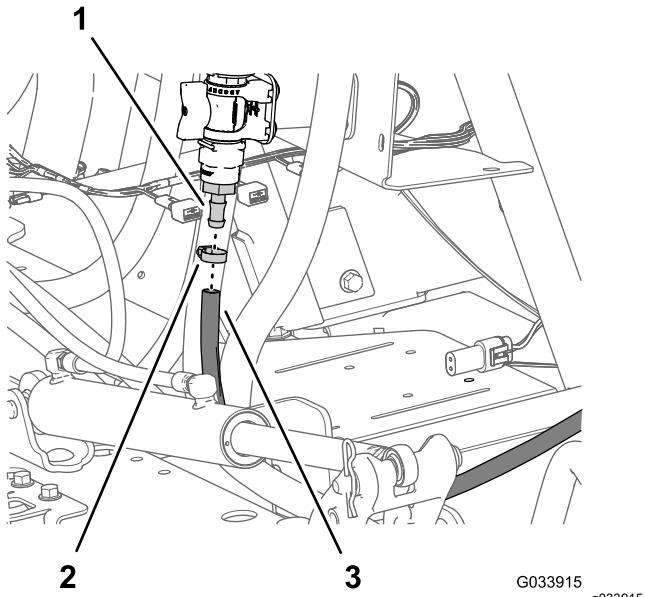

Bild 20
6. Befestigen Sie den Schlauch des Sprühstabs am gezahnten Schlauchanschlussstück des Regelventils und befestigen Sie den Schlauch mit einer Schlauchklemme am Anschlussstück (Bild 20).